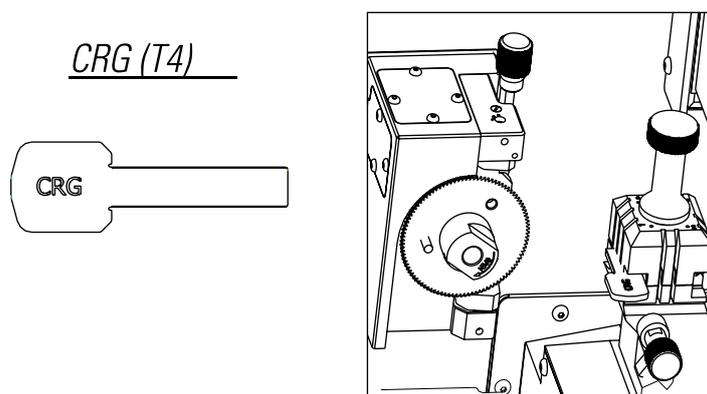

FIG. 21
- 1) Posizionare il CRG (T4) nel morsetto MP1 sul lato 1.(Fig.21)